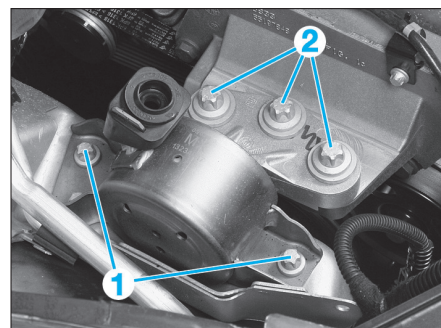

Fig. 4
- Déposer les vis (1) et (2) puis le silentbloc de support moteur droit (Fig.4).